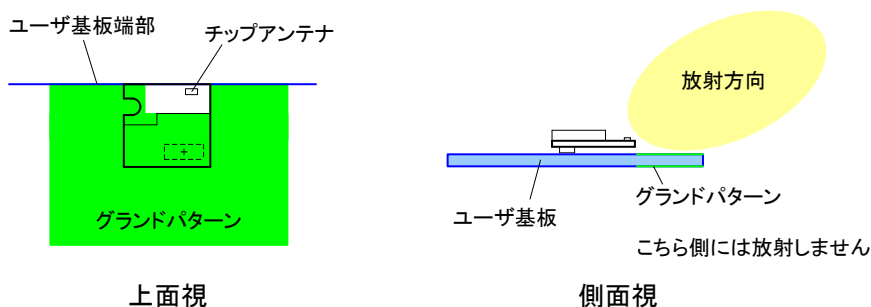

図7 グランドパターン配置の例
- ・ アンテナの放射性能を上げるために、ユーザ基板にグランドパターンを設けると有効です。グランドパターンの設計概要は図7を参照してください。またグランドパターンの配置によって放射指向性が変化します。